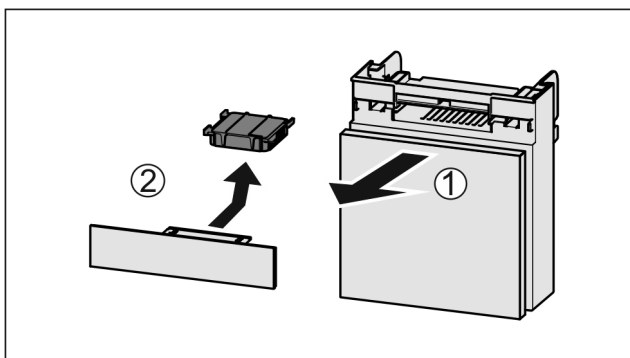

Fig. 151
- Zásuvku vytáhněte dopředu Fig. 151 (1).
- Filtr s aktivním uhlím vyjměte Fig. 151 (2).